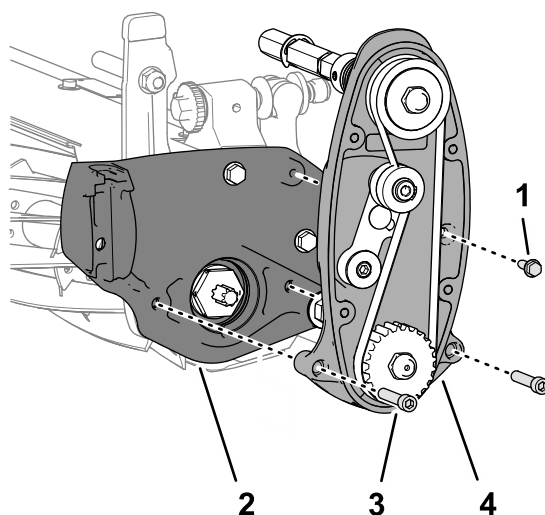

図 7
2. カuttingユニットのサイドプレートにリール駆動アセンブリを固定しているフランジヘッドねじ ¼" x ¾"を外す 図 7。
3. カuttingユニットのサイドプレートにリール駆動アセンブリを固定しているソケットヘッドねじ5/16" x 1½"2本をロックナットサイドプレートに組み付けてあるから外して、リールドライブを外す 図 7。